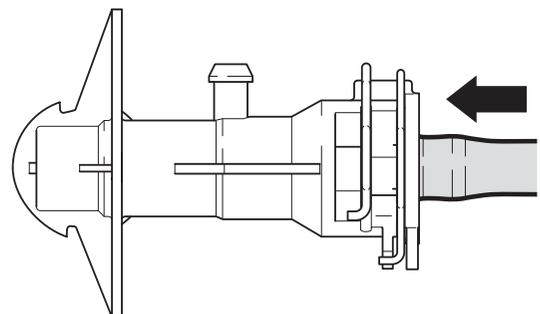

Fig. 4: O orifício de purga está fechado com a conexão hidráulica introduzida e os cliques fechados
9. Empurrar a tubagem hidráulica até ao limite da conexão (fig. 4)